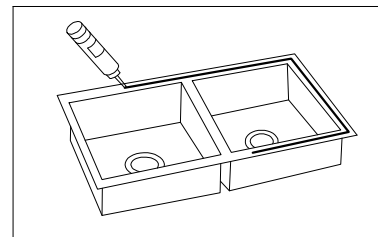

Figure 4
7. Nettoyez la bride de l'évier et le dessous de la zone découpée du comptoir, en veillant à ce que la zone soit lisse et sans graisse. Vous DEVEZ utiliser de la silicone pure pour cette installation. Appliquez une bande continue de calfeutrage en silicone sur le dessus de la bride de l'évier. (FIGURE 4) N'effectuez JAMAIS cette procédure à l'extérieur et en plein soleil. Si vous procédez à l'installation alors qu'il fait extrêmement chaud et sec, le calfeutrage du cadre de l'évier doit être fait par deux personnes en même temps.